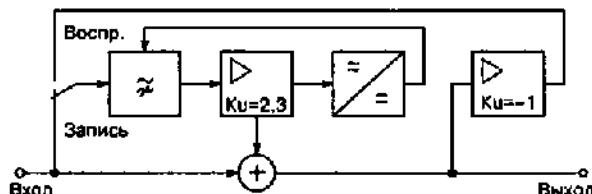
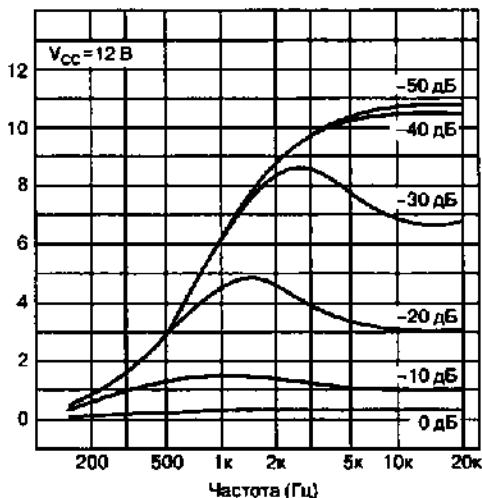
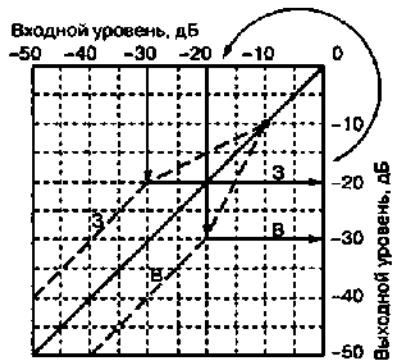

Рис. 2.12. Блок-схема Dolby B
Рис. 2.15. Стандартные АЧХ кодера Dolby B
Рис. 2.16. Амплитудно-амплитудные характеристики кодера и декодера Dolby B
Принцип *Sliding Band* не так прост и очевиден, его легче объяснить по блок схеме Dolby B (рис. 2.12) в режиме записи, помня, что характеристики в режиме записи и воспроизведения взаимообратны. Итак, сигнал записи разделяется на два канала — основной канал
- и через канал дополнительной обработки, содержащий (см. соответствие блок-схеме рис. 2.12) ФВЧ (вход — точка А, выход — точка В), двухтранзисторный усилитель.
Формируемые на синусоиде при разных входных уровнях стандартные АЧХ кодера Dolby B показаны на рис. 2.15. В режиме воспроизведения связи между каскадами схемы изменяются (см. рис. 2.12). Точка А разрывается, и вход ФВЧ соединяется с общей точкой резисторов 14 и 18 через инвертор с единичным коэффициентом передачи (каскад с ОЭ по типу 30, но с равными резисторами в цепях эмиттера и коллектора).
Поэтому вместо суммирования сигнала дополнительного канала вычитается из входного. Результирующая АЧХ декодера Dolby B приобретает вид, обратный рис. 2.15. Для достаточно высокой фиксированной частоты асимптоты амплитудно-амплитудных (далее — просто амплитудных) характеристик кодера и декодера изображены на рис. 2.16.
Глубину шумопонижения на конкретной частоте в отсутствие сигнала (пауз) можно оценить по самой верхней кривой на рис. 2.15:
Первая причина — максимум спектра шумов канала записи-воспроизведения кассетного магнитофона лежит в верхней половине звукового диапазона и это «шипение» (спектр выше 1 кГц) эффективно подавляется Dolby B на 10 дБ (см. рис. 2.15). Но если подавить этот же частотный диапазон еще на 10 дБ, то общий уровень шума понизится всего на пару-тройку дБ — начнут сказываться неподавляемые шумы в области средних частот («рокот, шуршание, грохот»).
Первая из отмеченных причин-недостатков устранена путем снижения на две октавы начальной частоты среза управляемых ФВЧ — с 800 до 200 Гц. Вторая причина устранена разносом зон динамического сжатия (см. рис. 2.16) по уровню сигнала.